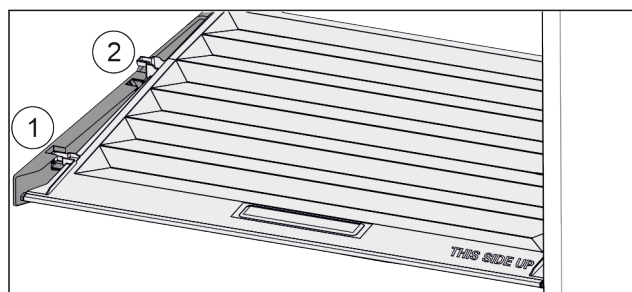

Fig. 27
- Tirare in avanti il coperchio fino all'apertura nei fermi *Fig. 27 (1)*.
- Sollevare posteriormente dal basso e togliere verso l'alto *Fig. 27 (2)*.